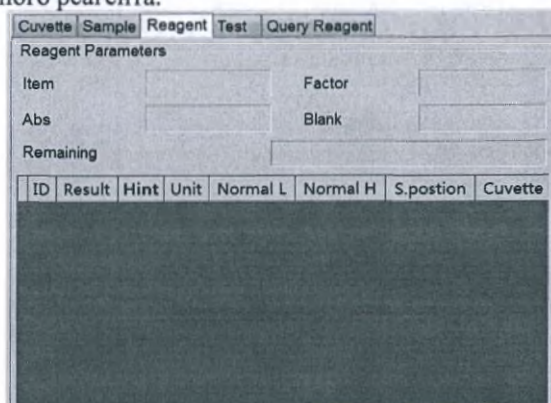

Рисунок 42 – Информация о реагенте
1) Выберите вкладку **[Reagent]** (Реагент) в правой части тестовой системы, а затем выберите элемент, который необходимо проанализировать. В диалоговом окне (см. Рис. 42) отображаются: все результаты анализов, нормальные высокое и низкое значения для данного реагента.